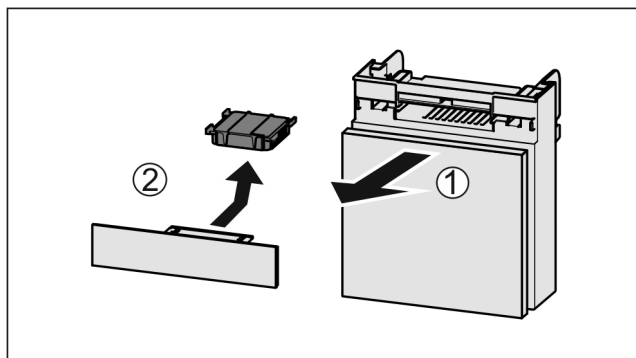

Fig. 55
- ▶ Vytiahnite zásuvku smerom dopredu Fig. 55 (1).
- ▶ Vyberte aktívny uhlíkový filter Fig. 55 (2).